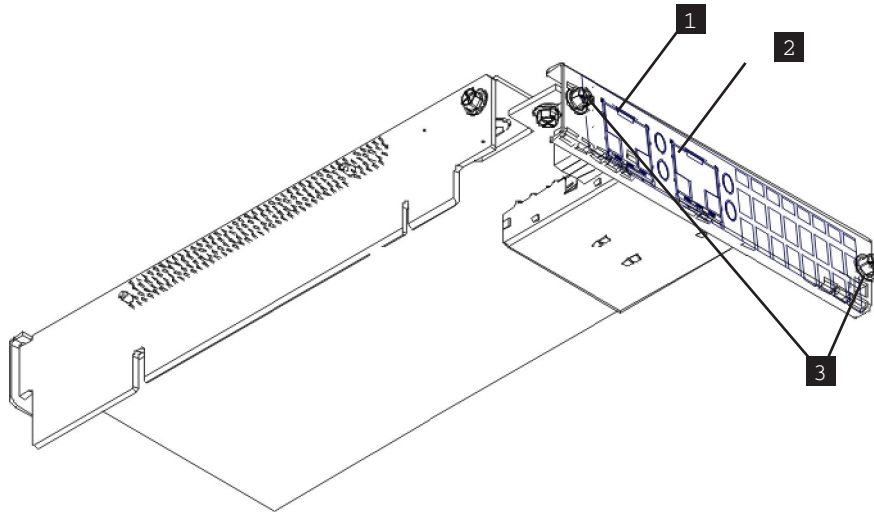

図 191. SAN ボリューム・コントローラー 2145-CG8 10 Gbps イーサネット・ライザー・カード・アセンブリーと後部レールの断面図
6. ノードの後部から 2 本の止めねじを使用して、イーサネット・ライザー・カード・アセンブリーを固定します (228 ページの図 191 で、レールのセクションの断面図を参照)。